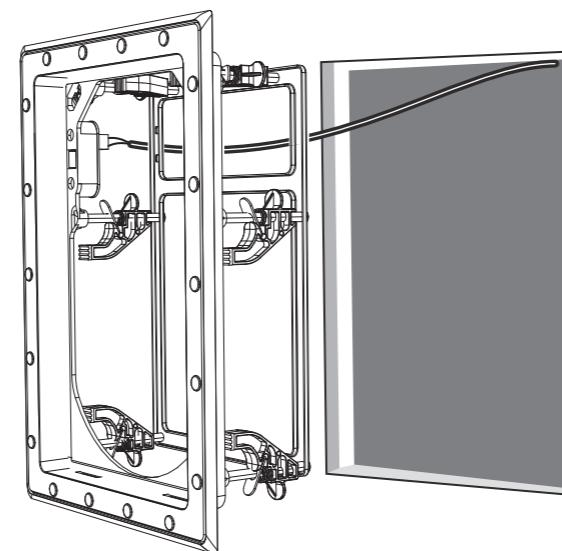

图 8. 将框架安装到墙上
- 小心地将框架按入墙壁孔中，确保不要夹住或夹住扬声器接线（图 8）。